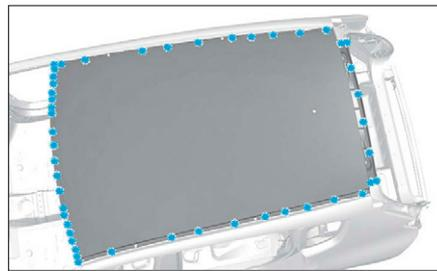

FIG. 122
- Dépointer comme illustré (Fig.122).